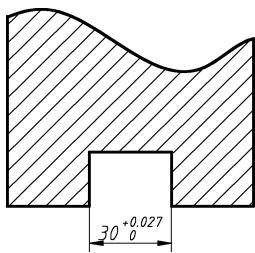

图 9-70 公差尺寸标注示例
①“直线”标注样式。
②“圆与圆弧引出”标注样式。
③“小尺寸 1”“小尺寸 2”“小尺寸 3”等标注样式。
4) 绘制如图 9-70 所示图形并标注公差尺寸。